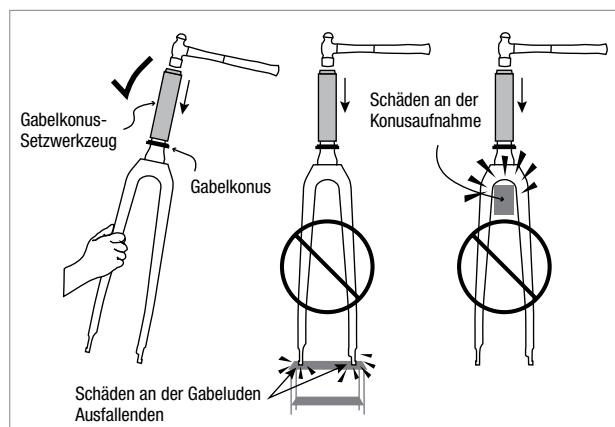
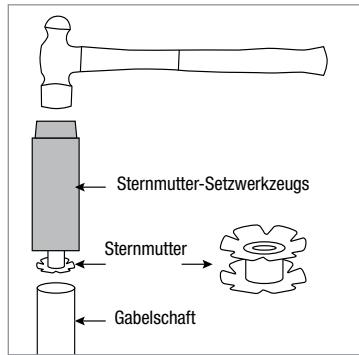

Abbildung 2
Abbildung 10
⚠️ WARENUNG: Stellen Sie die Gabel nicht auf die Ausfallenden und halten Sie die Gabel nicht am Konussitz, wenn Sie den Konus installieren. Dadurch kann die Gabel beschädigt werden (Abbildung 2).
- A. Halten Sie die Gabel mit einer Hand (Abbildung 2) und installieren Sie mithilfe eines Sternmutter-Setzwerkzeugs und eines Hammers eine neue Sternmutter (Abbildung 10).